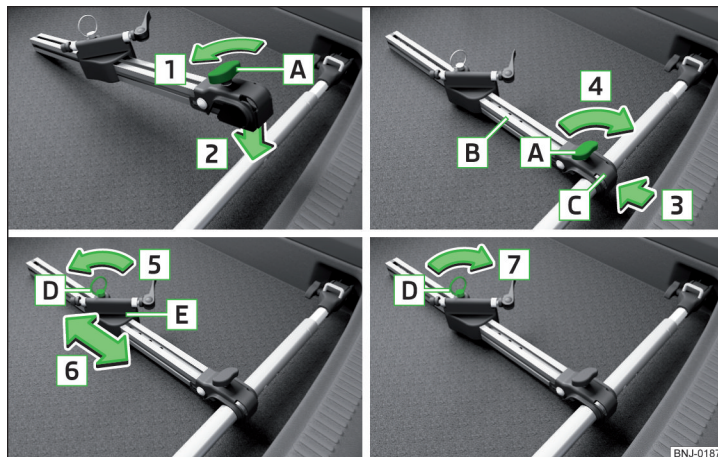

Рис. 107 Монтаж тримача для велосипедів
- Для **установки** відкрутіть гвинт **A** на тримачі для велосипедів (надалі просто «тримач») у напрямку стрілки **1** » Рис. 107.
- Якщо ви хочете перевезти два велосипеди, відкрутіть гвинт **A** » Рис. 107 на стор. 86 на тримачі і зсуньте тримач із закріпленим велосипедом ліворуч.
- Затягніть гвинт **A** » Рис. 107 на стор. 86 на тримачі.
- У разі необхідності відрегулюйте положення пересувної частини **E** » Рис. 107 на стор. 86.